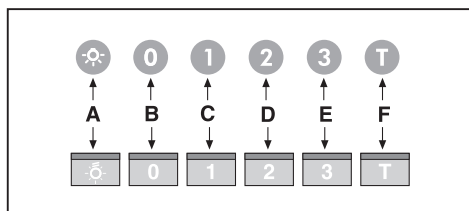

Fig.9
• **Comandi luminosi (Fig.9)** la simbologia è di seguito riportata: